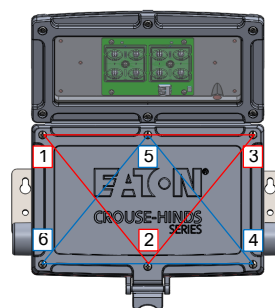

Figure 2
- Boucher toutes les entrées de conduit inutilisées à l'aide des bouchons de conduit fournis. Pour éviter le grippage et garantir l'étanchéité, lubrifier les bouchons de conduit avec le lubrifiant HTL de la série Crouse-Hinds d'Eaton avant l'installation, et serrer les bouchons avec une clé à au moins cinq (5) filetages complets (57-71 Nm [42-52 lb-pi] pour les bouchons de 3/4 po).
- Suivre le schéma de serrage des vis; voir la figure 2. Serrer la vis d'obturation imperdable à 2,6 Nm (23 lb-po). S'assurer que les six (6) butées de compression de la porte sont en contact avec le boîtier.